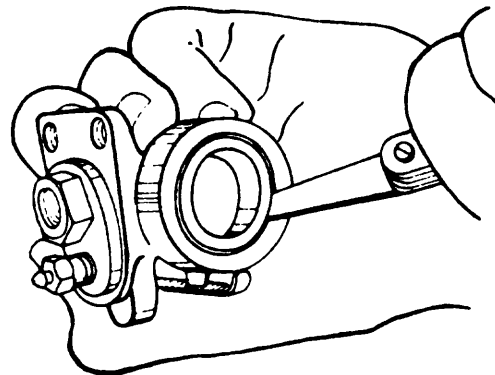

Fig. 4
- b Controle la tolerancia entre pistones y cilindro (fig. 4).